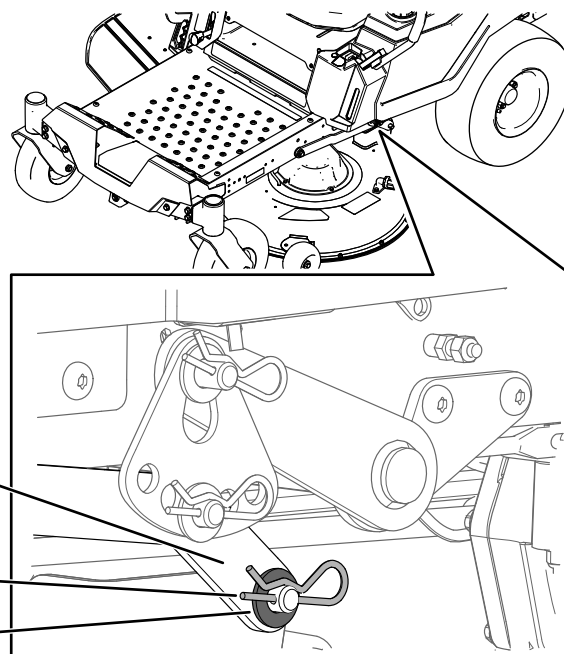

Figura 74
- Pe o parte a mainii, îndepărtați aiba și tiftul în formă de agrafă de la tiftul punii (Figura 74).
- Îndepărtați braul de ridicare de la tiftul punii (Figura 74).
- Pe o latură a mainii, ridicați partea din spate a punii mainii de tuns iarba și montați braul de ridicare la tiftul punii (Figura 74).
- Montați braul de ridicare utilizând aiba și tiftul în formă de agrafă (Figura 74).